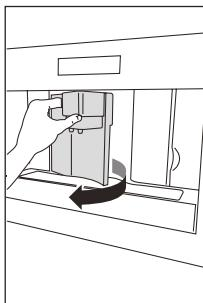
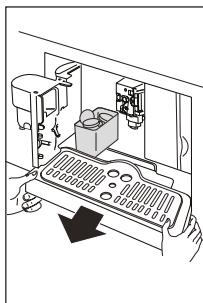

Fig. 23
Fig. 24
- Deschideți ușa de serviciu din partea frontală a aparatului (Fig. 23), scoateți tăvița de scurgere (Fig. 24) și curățați-o.